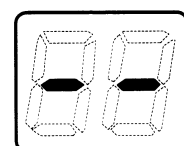

fig. 2
**STEP 2:** Verificare che tutti i comandi remoti siano accesi e mostrino la temperatura quando accesi. Se qualche comando remoto mostra "due trattini" (vedere fig.2), ripetere la procedura dallo STEP 1.